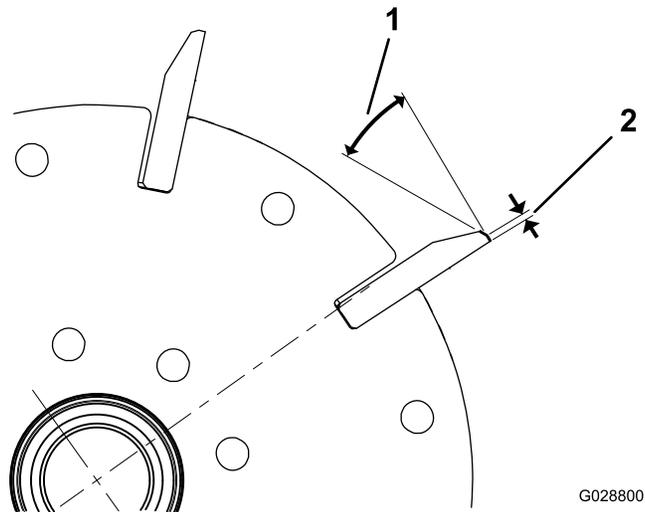

Figura 26
1. Aplique uma amolação de retificação de 30 graus em todas as lâminas do cilindro até que a folga tenha uma largura de 1,3 mm (Figura 26).